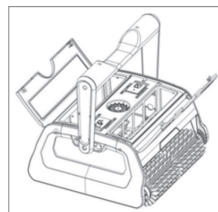

Figure 2
- Ouvrez les deux côtés du capot (voir figure 2).